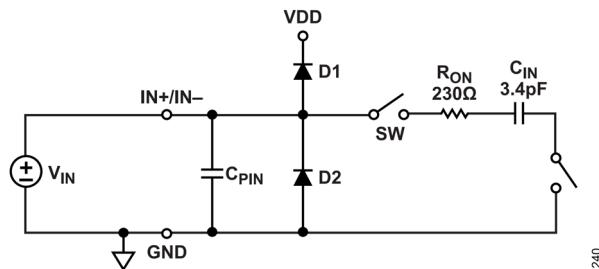

図 40. 等価アナログ入力回路
図 40 は、AD4060 のアナログ入力 (IN+ と IN-) の等価回路を示しています。アナログ入力は、スイッチング容量性負荷としてモデル化されています。アクイジション・フェーズでは、サンプリング・スイッチ (SW) が、 $230\Omega$  のスイッチ・オン抵抗 ( $R_{ON}$ ) を介して、各入力ピンと  $3.4\text{pF}$  のサンプリング・コンデンサ ( $C_{IN}$ ) を直列に接続します。変換フェーズでは、SW を切り離して、サンプリング・コンデンサに保持された IN+ ピンおよび IN- ピンの電圧をサンプリングします。D1 および D2 は、IN+ ピンおよび IN- ピンからそれぞれ VDD 電源および GND につながる ESD ダイオードを表しています。 $C_{PIN}$  は GND に対する各入力ピンのピン容量を表しており、通常は  $2\text{pF}$  です。